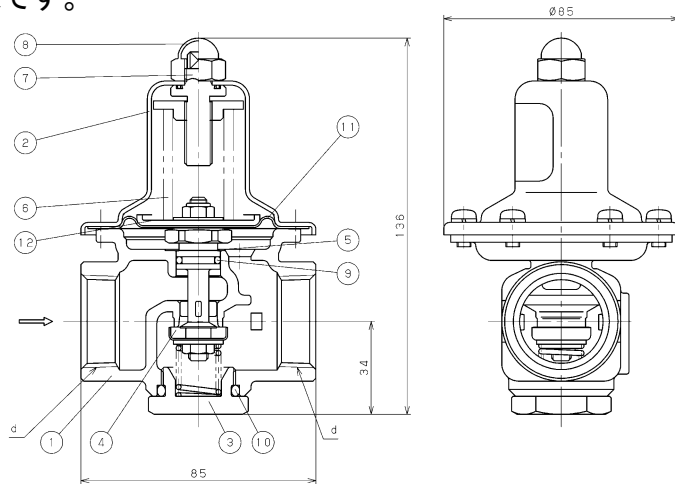
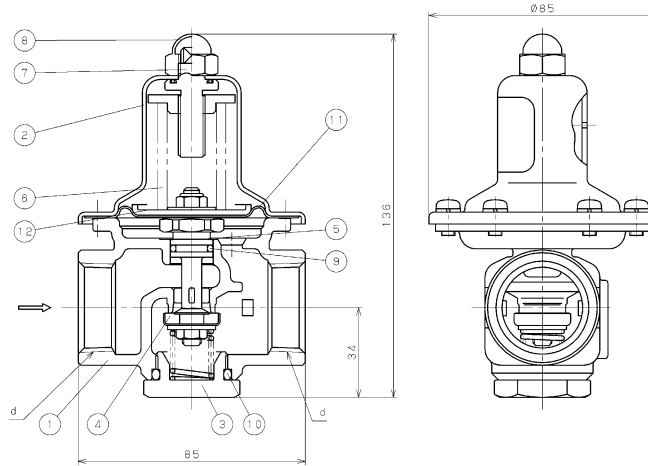

図 1.GD-41 型、GD-41N 型
図 2.GD-41G 型
2.1 GD-41 型, GD-41G 型(図 1, 図 2, 表 1, 及び表 2.参照)